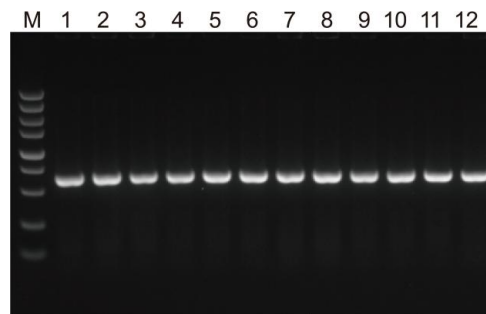

Fig 2. 菌落PCR琼脂糖凝胶电泳检测
6.2 挑取重组反应转化平板上若干个克隆进行菌落PCR鉴定，扩增引物至少使用一条载体上的通用测序引物。如果克隆正确，应有长度略大于插入片段大小的条带出现(Fig 2)。